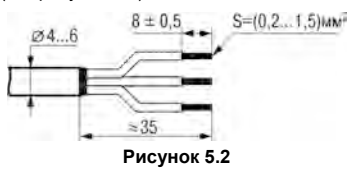

Рисунок 5.2
**Подготовка кабеля к монтажу** (см. рисунок 5.2):